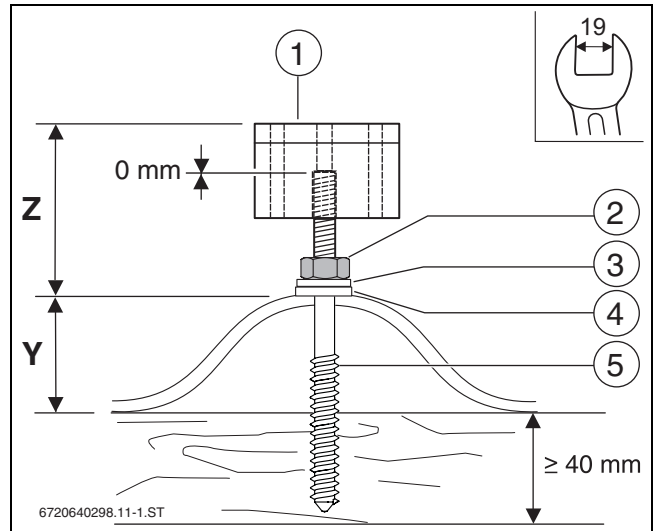

Bild 29 Montierte Stockschraube mit Haltebock
- ▶ Vormontierte Stockschraube mit Schraubenschlüssel SW19 so weit eindrehen, bis Maß Z (→ Tab. 15) erreicht ist (→ Bild 29).
- ▶ Mutter (→ Bild 29 [2]) so weit festdrehen, bis die Dichtscheibe vollständig auf der Wellplatte aufliegt.